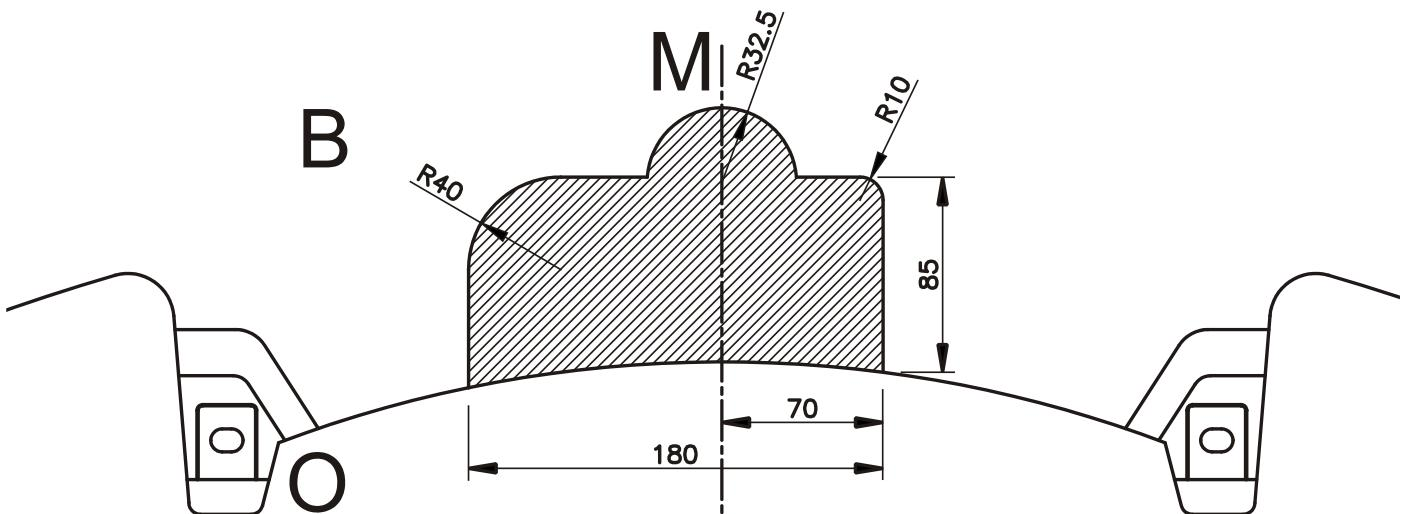

Fig. 1
2. Montere de uitlaatophanging (ref.2) rechts (*bij dubbele uitlaat moet ook uitlaatophanging (ref.1) links gemonteerd worden*) op de bouten waar de stootbalk is bevestigd. Gebruik daarvoor de originele bouten.
3. Positioneer monterestuk (ref.4) rechts in de chassisbalk tot de punten (A) passen met de voorziene boringen. Breng bouten en rondsels aan en schroef handvast.
4. Bevestig de trekhaak met de punten (B) aan de draagarm (ref.4), breng de bouten in en schroef handvast. Breng links de draagarm (ref.3) in de chassisbalk tot de punten (A) passen met de voorziene boringen in de chassisbalk en met de punten (B) in de trekhaak. Breng de bouten in en schroef alles degelijk vast (zie aanhaalmomenten).
5. Maak in de onderzijde van de bumper eeninsnijding volgens fig.1 en montere de bumper terug op het voertuig.
2. Monter la suspension d'échappement (2) à droite (*en cas d'échappement double, la suspension d'échappement (1) doit également être installée à gauche*) sur les écrous où le butoir est fixé. Utiliser pour cela les écrous originaux.
3. Positionner la pièce de montage (4) à droite dans la poutre de châssis jusqu'à ce que (A) soit adapté aux forages prévus.
4. Fixer l'attelage avec les points (B) au bras-porteur (4), insérer les boulons sans serrer. Placer le bras-porteur (3) dans la poutre du châssis jusque les points (A) s'adaptent aux forages prévus dans la poutre du châssis et avec les points (B) dans l'attelage. Insérer les boulons et bien bien fixer le tout (cfr. couples de serrage).
5. Faire une découpe dans le dessous du pare-chocs, selon la figure 1 et remontez le pare-chocs sur le véhicule.
2. Montieren Sie die Auspuffaufhängung (2) rechts (*bei einer doppelten Auspuffanlage muss auch die Auspuffaufhängung links (1) montiert werden*) auf die Bolzen, an denen der Stoßfänger befestigt ist. Verwenden Sie dazu die Originalbolzen.
3. Positionieren Sie das Montierstück (4) rechts auf den Chassisträger bis (A) mit den vorgegebenen Bohrungen übereinstimmt. Bringen Sie die Bolzen und Ritseln an und schrauben Sie alles handfest.
4. Die Anhängekupplung mit den Punkten (B) an die Trägerarmen (4) befestigen, die Bolzen einbringen ohne anzuschrauben. Links, der Trägerarm (3) im Chassisbalken bringen bis Punkte (A) mit die vorhandenen Bohrungen im Chassisbalken passen und mit den Punkten (B) in Anhängekupplung. Die Bolzen einbringen und alles entsprechend der Drehmomentenvorgabe festziehen.
5. Machen Sie an der Unterseite der Stoßstange gemäß Abbildung 1 eine Einkerbung und montieren Sie die Stoßstange wieder am Fahrzeug.